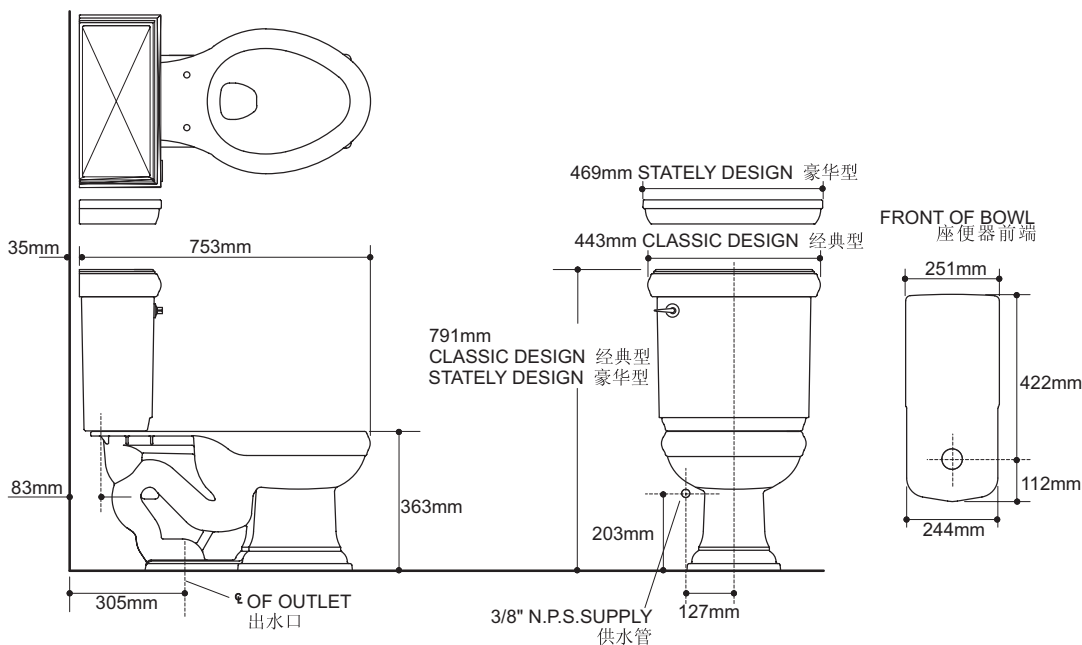
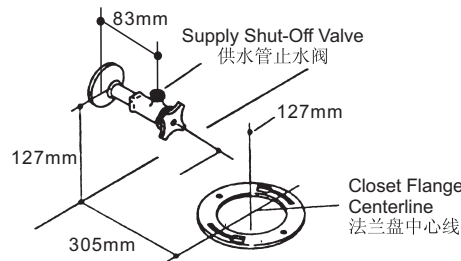

Fig.#1 图1
Fig.#4 图4
- 请确保污水管的坑距尺寸正确。(请参阅图1)。
- 若为新安装工程，请参看图1及图4的尺寸指示以找出止水阀。